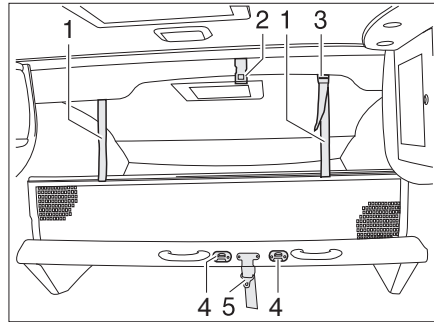

Bild 122 Hubbett manuell
- Das Hubbett mit dem Sicherungsgurt (Bild 122,5) am Dach (Bild 122,2) sichern.
- Die Aufstiegsleiter mit den beiden Bügeln in die Krampen (Bild 122,4) am Hubbett einhängen.
- Die Haltebänder (Bild 122,1) in die Halterungen an der Decke (Bild 122,2) einrasten.